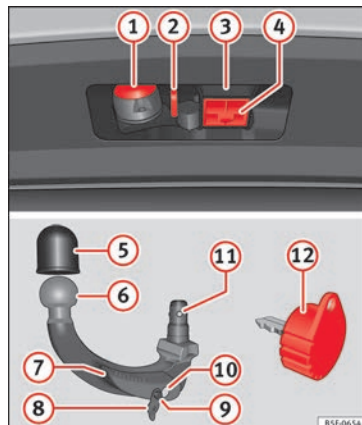

Abb. 222 Halterung der Anhängervorrichtung / abnehmbarer Kugelkopf / Schlüssel
Legende zu **» Abb. 222**
- Den Verschlussdeckel der Hakenaufnahme (4) » Abb. 222 nach unten abnehmen.